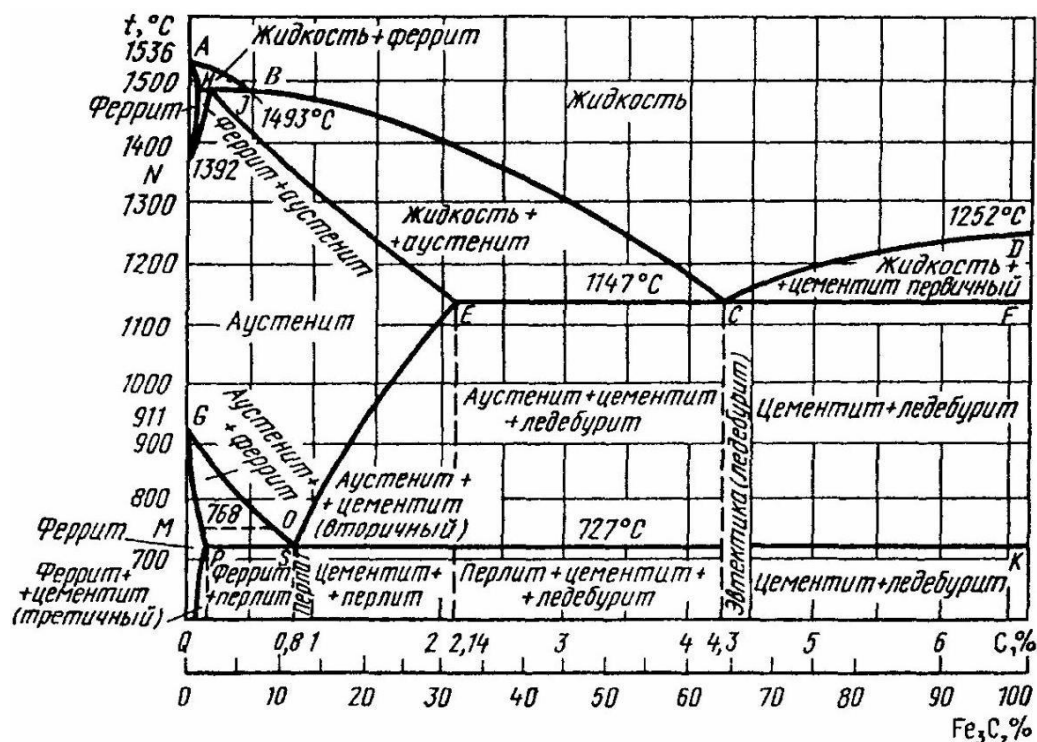

Рисунок 1 – Диаграмма состояния системы железо-углерод (железо-цементит)
76. Вычертите диаграмму состояния системы железо-углерод (железо-цементит) (рисунок 1). Укажите структурные составляющие во всех областях диаграммы. Постройте кривую охлаждения (с применением правила фаз) и опишите превращения от жидкого состояния до нормальной температуры для сплава, содержащего 0,15 % С. Укажите структуру сплава при комнатной температуре, назовите сплав.